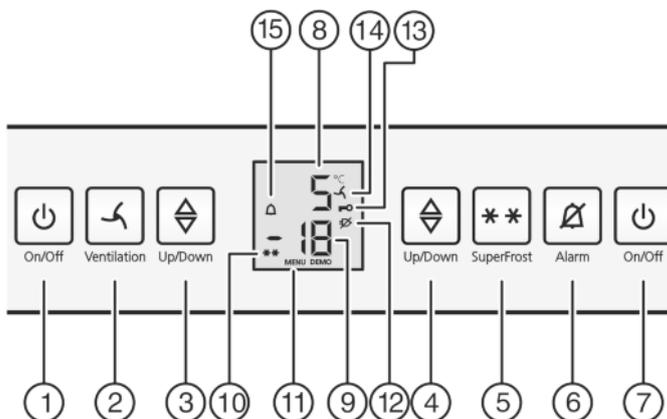

Fig. 2
- ▶ Taste On/Off Gefrierteil *Fig. 2 (7)* drücken.
- ▶ Taste On/Off Kühlteil *Fig. 2 (1)* drücken.
- ▶ Einstellmodus aktivieren: Taste SuperFrost *Fig. 2 (5)* ca. 5 Sekunden drücken.
- ▷ In der Anzeige wird das Symbol Menu *Fig. 2 (11)* angezeigt.
- ▶ Mit der Taste SuperFrost *Fig. 2 (5)* kurz bestätigen.
- ▷ Das Symbol Kindersicherung *Fig. 2 (13)* leuchtet in der Anzeige.
- ▶ Die Taste On/Off Gefrierteil *Fig. 2 (7)* kurz drücken.
- ▷ Das Symbol Kindersicherung *Fig. 2 (13)* erlischt.
Gleichzeitig blinkt die Temperaturanzeige und das Symbol Alarm *Fig. 2 (15)*.
Der Tonwarner verstummt automatisch, das Symbol Alarm *Fig. 2 (15)* geht aus und die Temperaturanzeige hört auf zu blinken, wenn die Temperatur wieder ausreichend kalt ist.
- ▶ Taste Alarm *Fig. 2 (6)* drücken.